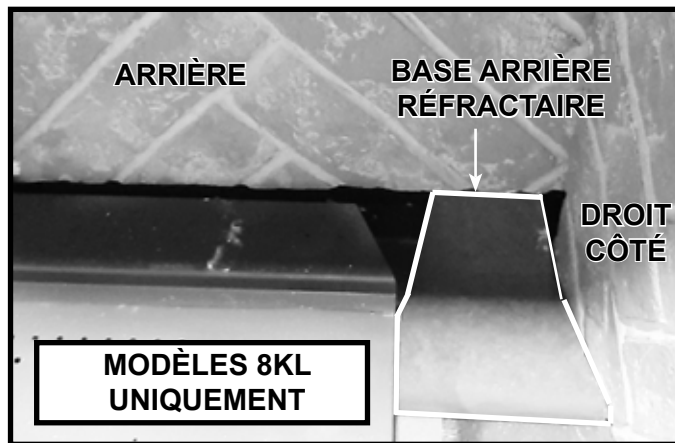

Figure 11.7 Modèles 8KL uniquement : Pièce réfractaire de la base arrière installée (côté droit illustré)
7. **Modèles 8KL uniquement :** Placez les pièces réfractaires de la base arrière sur les côtés gauche et droit à l'arrière de la boîte à feu. Poussez-les vers l'arrière et vers le côté de la boîte à feu, comme illustré à la figure 11.7. La pièce réfractaire de base doit être en contact avec le panneau réfractaire latéral et arrière.